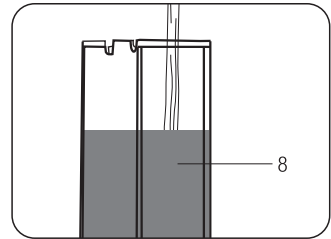

Fig.2
- Llenar el depósito con agua fresca por un máximo de 1 l. (Fig.2)